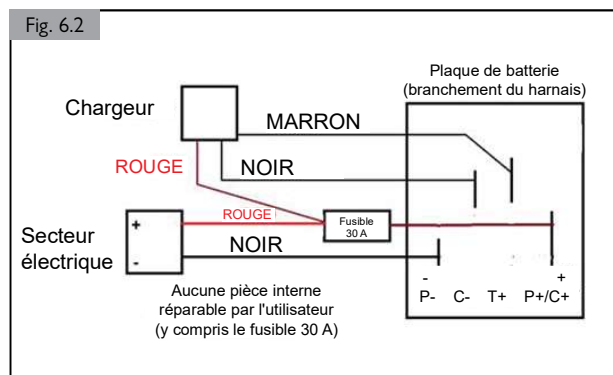

Fig. 6.2
6.5 Consignes de sécurité relatives à la batterie (Fig. 6.2)
En cas de court-circuit, votre dispositif est doté de plusieurs systèmes de sécurité intégrés permettant de protéger les circuits électriques (Fig. 6.2).